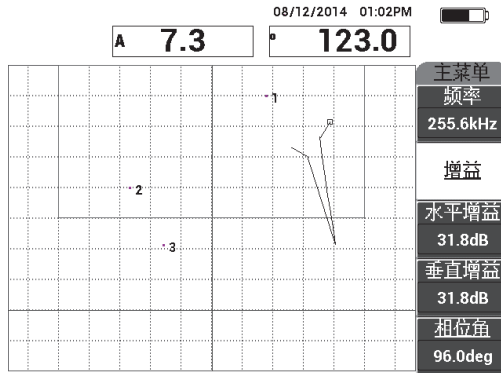

图 6-51 调整增益以设置最高的点
12. 调整**增益**（**B**键），在大约满屏高90%处设置最高的点（参见第156页的图6-51）。